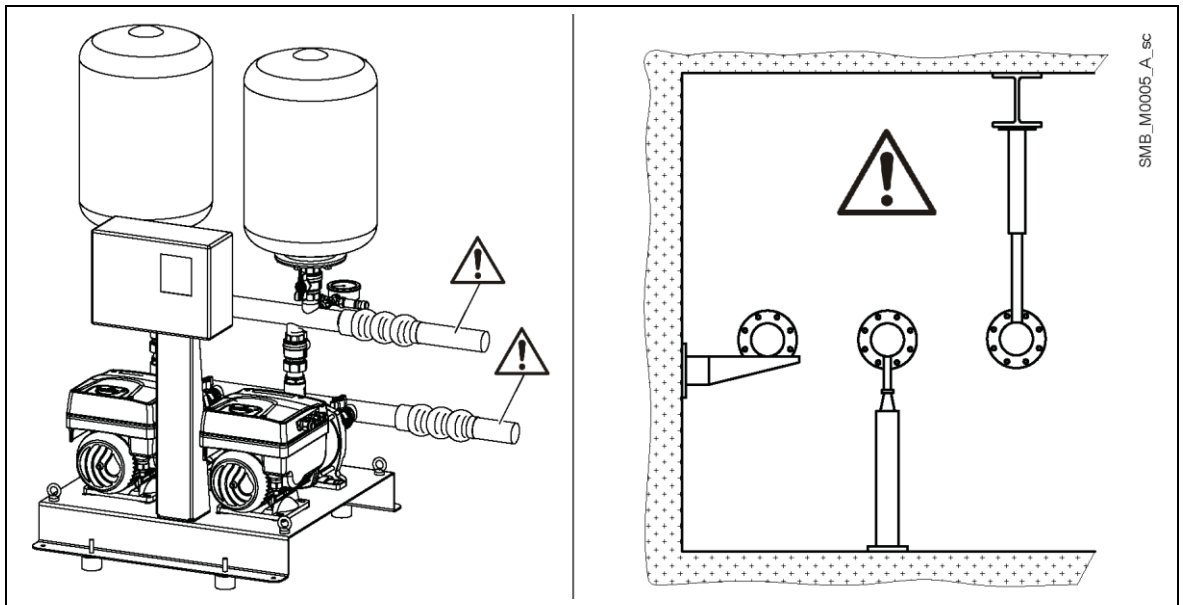

Abb. 7: Mechanische Installation der Druckerhöhungsanlage
- Kompensatoren und geeignete Halterungen für die Rohre montieren, um diese vor Belastungen zu schützen, siehe Bild 7. Das Gewicht der Leitungen und Druckbehälter steigt, wenn sie mit Wasser gefüllt sind. Vor der Inbetriebnahme der Anlage ist sicherzustellen, dass alle nicht verwendeten Anschlüsse geschlossen und festgezogen wurden.